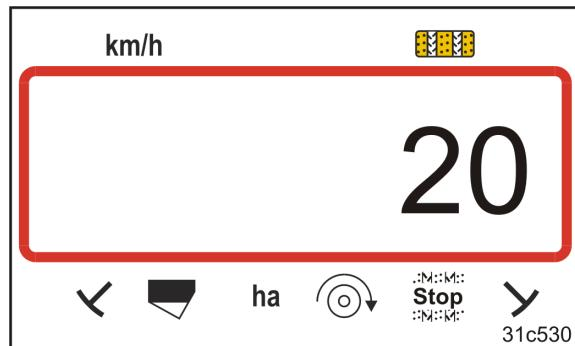

Рис. 40
- Индикация (Рис. 40): текущая частота вращения дозирующей катушки (например, 20 [об/мин]).